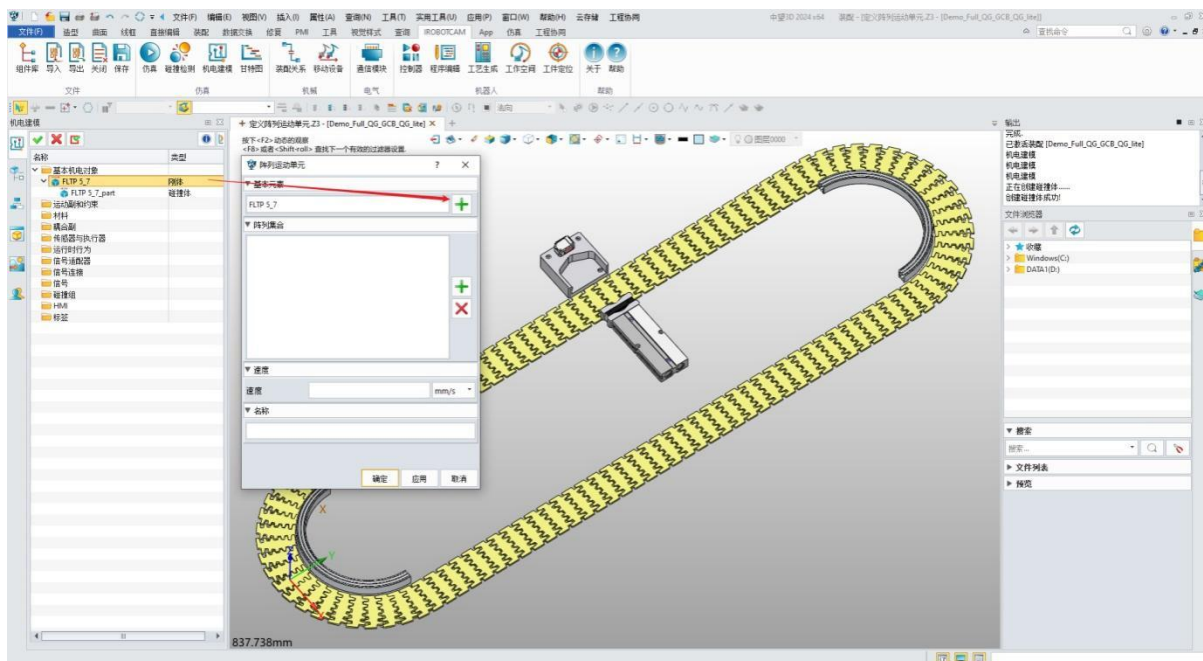

图 7-10: 基本对象
- 分配一个描述性的“名称”（例如，“Conveyor\_Belt\_1”）以便于识别。（图 7-10）